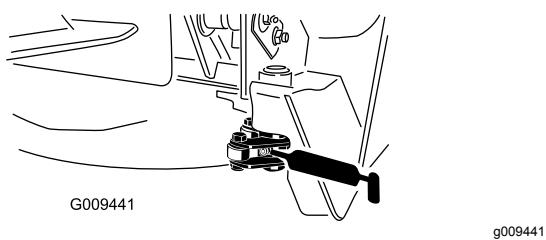

Figura 79
- Duas articulações do trinco (Figura 79)